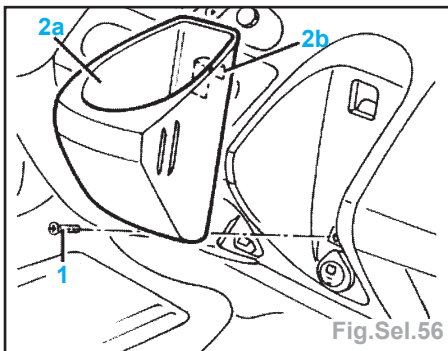

Fig.Sel.56
- le porte-verre de planche de bord (Fig Sel.56),